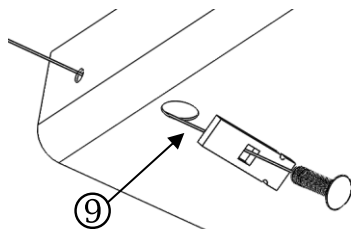

Figure 2
- Retirer douze (12) rivets-poussoirs situés dans le bas du carénage.
- À l'aide d'un tournevis, retirer quatre (4) vis situées dans chaque passage de roue.
- Enlever le feu arrière en retirant une (1) située à l'intérieur de l'ouverture du hayon, sous le capuchon de vis. Tirer le feu arrière avec précaution vers l'arrière.
- Retirer deux (2) vis sous le hayon, près de l'ouverture du coffre.
2. Abaisser l'échappement – À l'aide d'une douille 12 mm, retirer les deux (2) écrous qui fixent les supports d'échappement de chaque côté du véhicule. À l'aide d'une pince pour échappement, abaisser le silencieux en retirant deux (2) supports d'échappement avant devant l'essieu arrière. Nota : S'assurer de supporter l'échappement avant de l'abaisser.
3. Enlever les écrans thermiques – À l'aide d'une douille 10 mm, retirer six (6) vis de chaque écran thermique. Mettre de côté pour installation ultérieure. À l'aide d'un tournevis, enlever le support de carénage central sur le pare-chocs. Si cela gêne l'accès, utiliser une pince pour courber le support de carénage métallique.
4. Installer les ferrures de support – Retirer le ruban de mousse du côté du cadre ainsi que le bouchon des trous d'accès dans le bas du cadre du véhicule. Au besoin, retirer le calfeutrage du cadre. Insérer l'extrémité spiralée du fil de tirage dans le trou de montage et la faire sortir par le trou d'accès. Insérer le fil de tirage à travers le bloc (art. 5) et attacher le boulon 7/16 (art. 1), voir figure 2. Tirer le fil de tirage et aligner le boulon sur le trou de montage. Soulever la ferrure de support en position et attacher la ferrure à l'aide de trois (3) boulons M10 x 1.25 x 40 mm (art. 3) et trois (3) rondelles coniques dentées (art. 2). Répéter la manœuvre pour la ferrure de l'autre côté du véhicule.
3. Enlever les écrans thermiques - À l'aide d'une douille 10 mm, retirer six (6) vis de chaque écran thermique. Mettre de côté pour installation ultérieure. À l'aide d'un tournevis, enlever le support de carénage central sur le pare-chocs. Si cela gêne l'accès, utiliser une pince pour courber le support de carénage métallique.